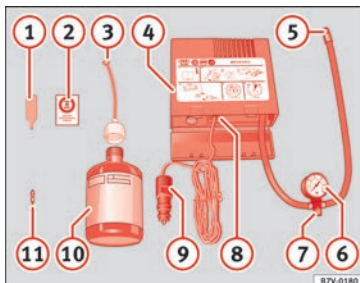

Abb. 83 Prinzipdarstellung: Bestandteile des Pannensets
Das Pannenset befindet sich im Gepäckraum unter dem Bodenbelag. Es besteht aus folgenden Bestandteilen » Abb. 83:
Den Reifenfüllschlauch » Abb. 83 ⑤ wieder anschließen und den Reifendruck an der Reifendruckanzeige ⑥ ablesen.